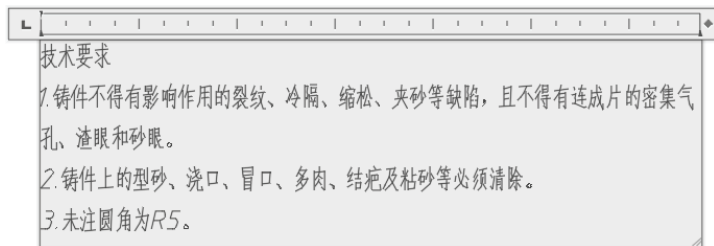

图 7-10 输入多行文字
- 3 在“文字编辑器”功能区上下文选项卡的“样式”面板中可以看到默认的当前文字样式为“制图文字 h3.5”文字样式,文字高度为“3.5”。在矩形输入框的光标处输入第一行文字为“技术要求”,按〈Enter〉键后再输入一段文字,接着按〈Enter〉键继续输入一段文字,然后再按〈Enter〉键输入文字,共输入 4 段文字,如图 7-10 所示。